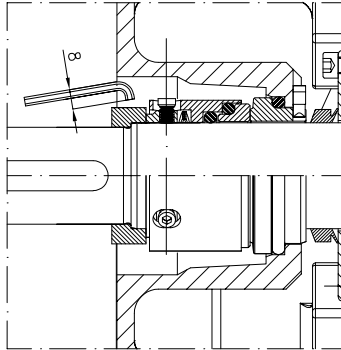

Bild 2
Die Feder der Festhaltescheibe (37) heben, die Nutmutter (25) lösen, die Scheibe und das Laufrad (12) von der Welle (15) streifen. Die Feder (11) abnehmen, den Ausgleich (43) und das Laufrad-Distanzstück (31) herausziehen. Mit dem Inbusschlüssel (Bild 2) die Haltestifte der mechanischen Gleitringdichtung (6) lockern und sie aus dem Pumpengehäuse (5) herausziehen.
Das Lager (16) auf die Welle (15) streifen, mit der Nutmutter sperren, im Innern der Halterung (10) in die entsprechende Aufnahme setzen, den Lagerdeckel (17) positionieren und mit den Schrauben (19) befestigen. Den V-Ring (28) bis zur Berührung mit dem Deckel (17) auf die Welle ziehen. Auf dem Gehäuse (5) den feststehenden Teil der Dichtung (6) anordnen und einpressen, ohne die Oberfläche zu verkratzen. Das Gehäuse (5) auf die Halterung (10) montieren und mit den Muttern (21) befestigen. Den Drehteil der Dichtung (6) auf die Welle (15) setzen und bis zum Anschlag am feststehenden Teil schieben. Das Laufrad-Distanzstück (31) einführen, auf dem Anschlag der Welle gedrückt halten und die Haltestifte der mechanischen Gleitringdichtung (6) mit dem Inbusschlüssel festziehen (Bild 2). Mit dem Einführen der für die Positionierung des Laufrads notwendigen Ausgleichringe (43) mit einem Spiel von 0,2 mm, der Feder (11), dem Laufrad (12) und der Scheibe (37) fortsetzen. Alles mit der Nutmutter (25) blockieren. Den O-Ring (13) auf das Pumpengehäuse (5) und den Pumpendeckel (2) einsetzen und mit den Flügelmuttern (3) blockieren. Die Feder (18) auf die Welle (15) setzen, die Halbkupplung (8) einführen und mit den Stiften (42) blockieren. Den Elektromotor (40) durch Sperren der Schrauben (19) mit der Pumpe verbinden. Falls vorhanden, den Exzenter (33) und die Verkleidung (32) montieren.
DEMONTAGE: Falls vorhanden, die Verkleidung (32) und den Exzenter (33) demontieren. Pumpe und Motor (40) mit Reduziererring (35) (falls vorhanden) durch Lösen der Schrauben (20) trennen. Die Muttern (3) demontieren, den Pumpendeckel (2) und den Dichtring (13) vom Pumpengehäuse (5) trennen. Die Sperrmutter (25) losschrauben, den O-Ring (78) entfernen und das Laufrad (12) herausziehen. Die Feder (11), die Ausgleichringe (43) das Dichtungs-Distanzstück (31) mit dem Inbusschlüssel entfernen (Bild 2), die Haltestifte der mechanischen Gleitringdichtung (6) lockern und sie aus dem Pumpengehäuse ziehen. Die Schrauben (23) lösen und das Pumpengehäuse (5) von der Halterung (10) trennen und den feststehenden Teil der mechanischen Gleitringdichtung (6) herausziehen. Den Spritzerschutzring (28) von der Welle (15) streifen. Die Haltestifte (42) lockern, die Halbkupplung (8) herausziehen und die Feder (18) von der Welle (15) ziehen. Die Schrauben (19) lösen, den Lagerdeckel (17) entfernen und die Welle (15) von der Halterung (10) mit den Lagern ziehen. Die Sperrmutter (26) losschrauben, das erste Lager (70), das Distanzstück (71) und das zweite Lager (16) herausnehmen.
MERKE: Auf den Pumpen der Serie A 66 - A 81, zum Entsperren der Sperrstifte der mechanischen Gleitringdichtung einen kleinen Inbusschlüssel verwenden (Bild 2).